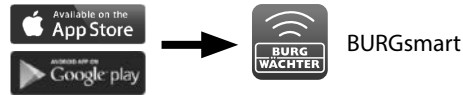

Abb. 1
- Um Ihr neues Schließsystem einrichten zu können, müssen Sie sich zunächst die App *BURGSmart* herunterladen. Diese ist im iOS App Store und bei Google Play zu finden (Abb. 1).